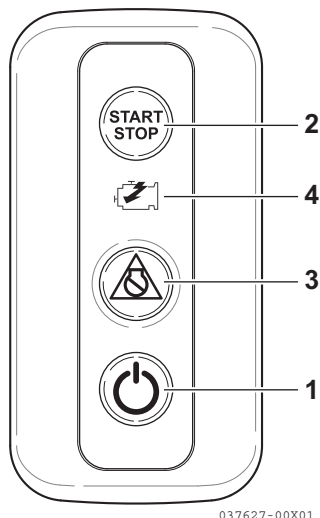

Figure 8
4. Appuyez sur l'interrupteur d'alimentation du panneau de commande de la station sélectionnée (**Figure 8, (1)**).
9. Appuyez sur l'interrupteur **MARCHE/ARRÊT** du moteur **(Figure 8, (2))** et allumez le démarreur.